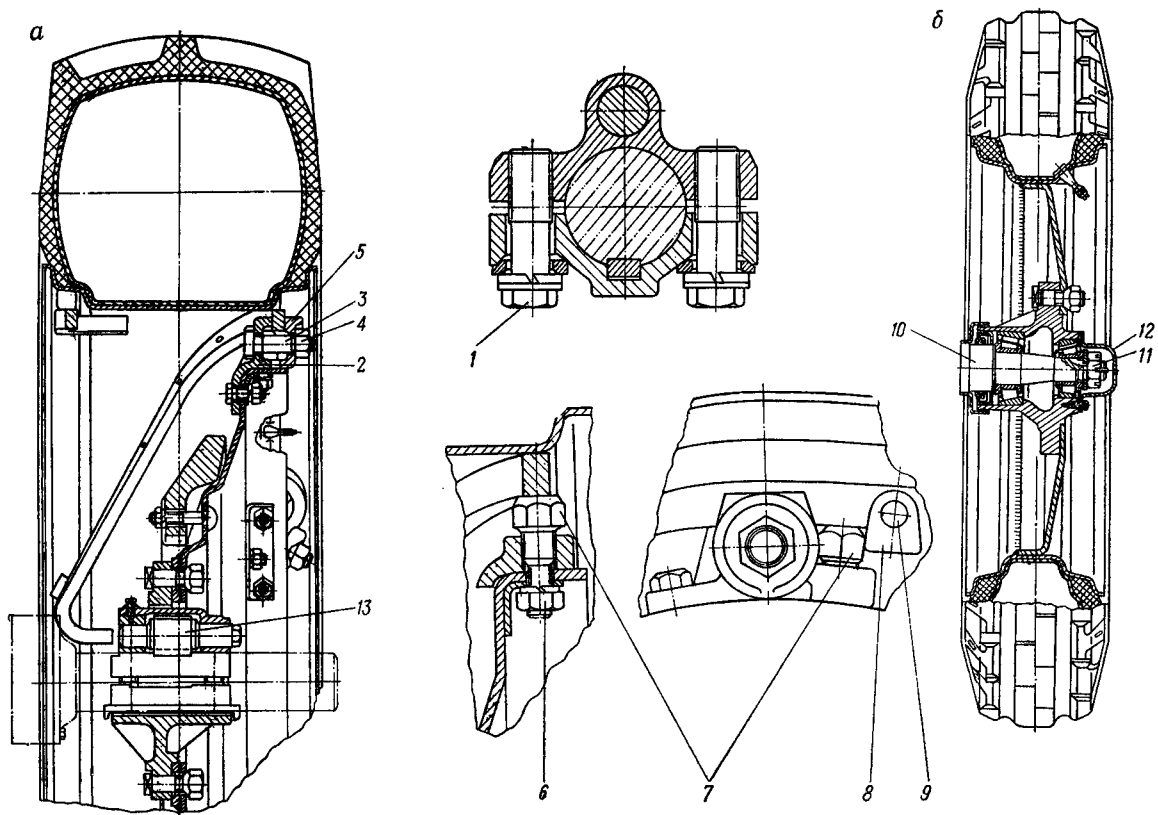

Рис. 52. Колеса трактора:
Уход за колесами (рис. 52) заключается в наблюдении за затяжкой резьбовых соединений, периодической смазке, проверке осевого зазора конических роликоподшипников направляющих колес, регулировке сходимости этих колес, а также в соблюдении правил эксплуатации и ухода за шинами.
При заводской регулировке в подшипниках направляющих колес устанавливается осевой зазор в пределах 0,08—0,20 мм. Этот зазор при износе подшипников постепенно увеличивается, нарушая нормальную работу узла. Поэтому периодически, через каждые 960 часов работы, проверяйте осевой зазор. Для этого поднимите колесо и, покачивая его в направлении, перпендикулярном плоскости вращения, определите зазор в подшипниках (рис. 52).
1. Отверните гайки 6 (рис. 52) и вверните упорные винты 7 до образования зазора между винтами и винтовыми планками около 0,5 мм.
2. Отверните на 2—4 оборота болты 1 (рис. 52) крепления вкладыша к ступице одного из колес и очистите полуось от грязи.